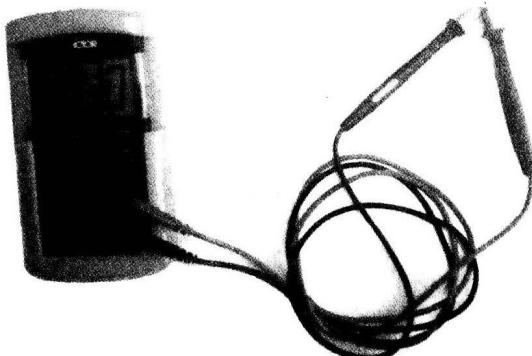

图 1-12 测量表笔引线电阻值
(1) 测量电阻时,被测电路必须要停电。电阻挡量程的大小要根据被测值的大小进行合理的选择,在测量时,如果显示器显示的数字是“1”,则表明被测量已经超过了所需的量程,此时要重新调整再进行测量。
(2) 使用 200Ω 电阻挡测量电阻时,应先将两支表笔短路,测出两支表笔的引线电阻值,如图 1-12 所示,然后再进行电阻测量,每次测量的实际电阻值就是显示器的显示数值再减去表笔引线电阻值。而使用 200Ω 以上的电阻挡测量时,其引线电阻值则可以忽略不计。
(3) 在测量电阻时,两只手不能同时碰触两表笔的金属部分,特别是测量元器件的电阻时,更不能用手同时捏住两引脚,否则将引入人体电阻,严重影响测量结果。另外,在测量电阻时,应检查表笔插头与插孔之间的接触是否紧密,要防止发生接触不良的现象,以免影响测量结果。
(4) 使用 $2M\Omega$ 或以上电阻挡时,显示器的显示值将会出现跳跃现象,要经过几秒钟才能稳定下来,应该等数值稳定后才能读取数值。
(5) 使用 $200M\Omega$ 电阻挡时,由于该挡存在 $1M\Omega$ 的固有零点误差,所以测量的实际值应是显示器的读数减去固有零点误差。比如 $3\frac{1}{2}$ 位数字式万用表的零点误差是 10 个字,若测量某电阻值是 $201.0 M\Omega$,那么其实际阻值就是 $200.0 M\Omega$ 。
(6) 测量电阻时,应将红表笔插入 V/Ω 插孔,黑表笔插入 COM 插孔,将量程开关置于“ Ω ”的范围内并选择所需的量程开关,检测时只须将两支表笔分别接在被测元器件的两端